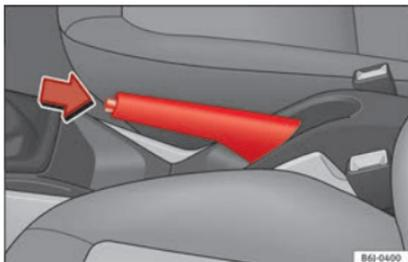

Fig. 132 Freno de mano entre los asientos delanteros.
– Tire con fuerza de la palanca del freno de mano hacia arriba »» **fig. 132**.
– Tire ligeramente de la palanca hacia arriba, presione el botón de desbloqueo en la dirección de la flecha »» **fig. 132** y baje completamente la palanca »» ⚠.